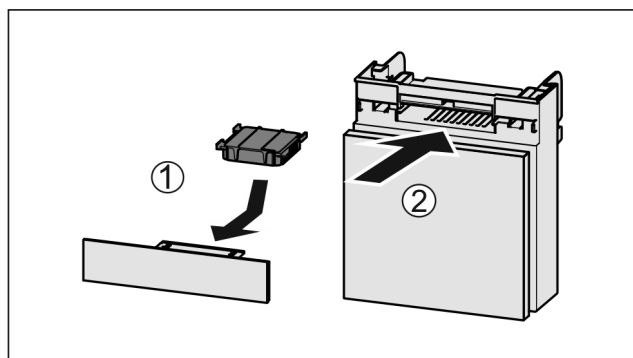

Fig. 74
- ▶ Inserire il vano Fig. 74 (2).